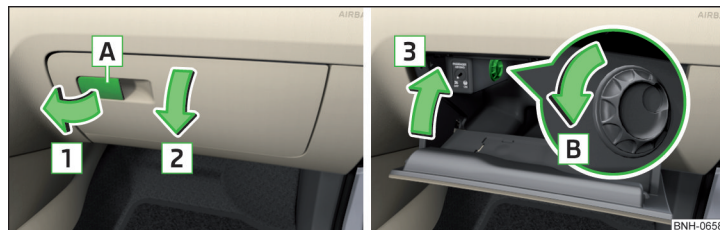

Fig. 92 Abrir el compartimento guardaobjetos / cerrar el compartimento guardaobjetos y abrir el suministro de aire
- Para **abrir**, tirar el tirador **A** en el sentido de la flecha **1** y plegar la tapa en el sentido de la flecha **2** » fig. 92.
- Para **abrir**, girar el regulador giratorio en el sentido de la flecha **B** hasta el tope » fig. 92.